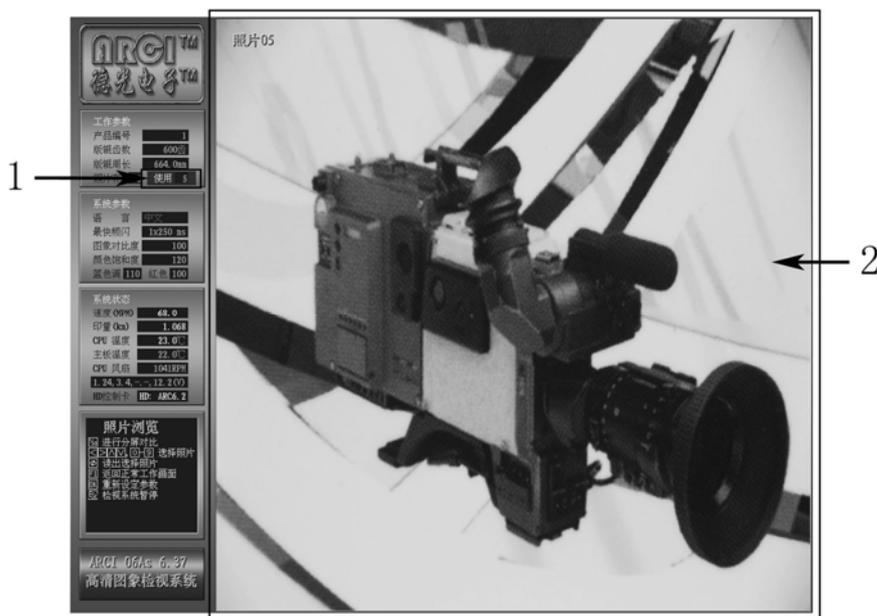

图 3-8 照片浏览界面
在检视界面下，可按 **F1** 键进入，再按  选取照片浏览模式。如果进入的是照片浏览界面，则系统会自动读取“使用”栏中（如图 3-8 中 1 框）的编号照片，读取时大约需要十几秒时间。照片浏览时如图 3-8 所示。
**读取存储照片：**在图 3-8 中 1 窗口输入已拍摄照片的编号，再按  键读取照片，读取过程中提示框显示读取照片的相关操作，读取时“使用”栏所输入的照片号不得大于系统默认值，否则系统会以最大照片号读取照片，未拍摄的编号无照片。读取后“使用”栏的照片号自动加一。